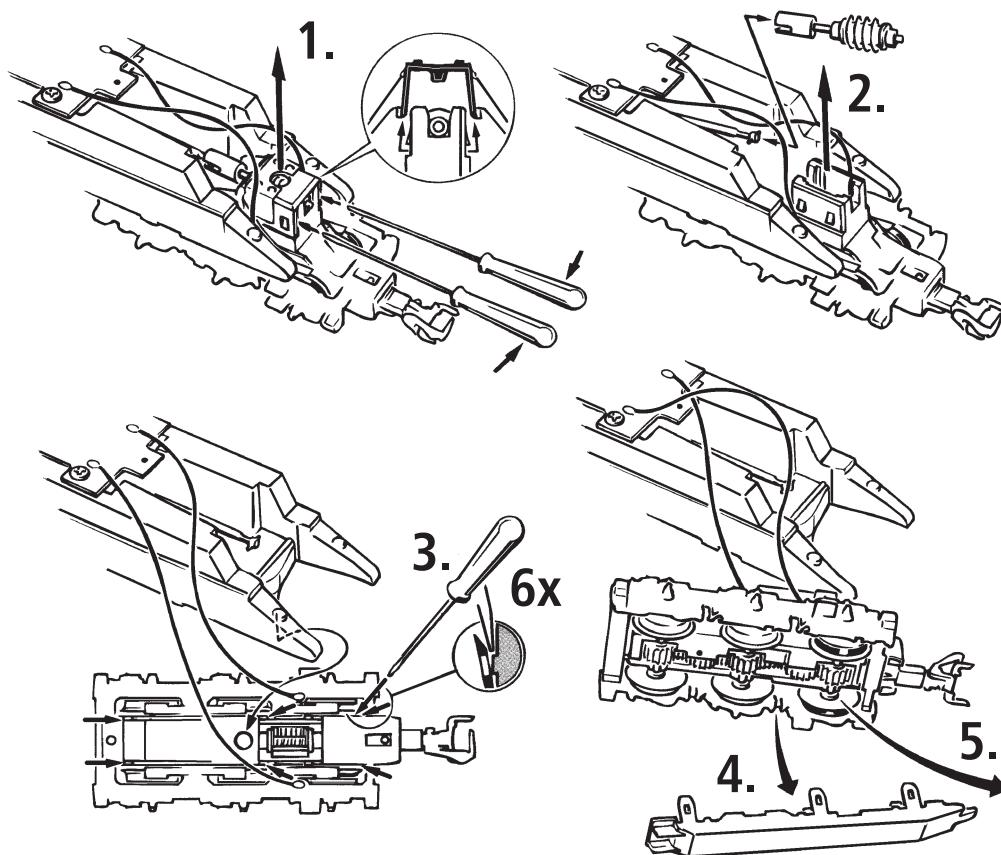
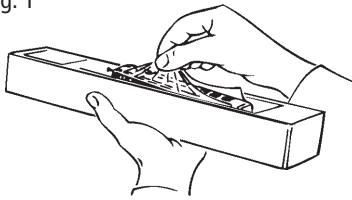

Fig. 7
Fig. 2
**2. Schmierung:** Verehen Sie die im Schmierplan in Fig. 5 gekennzeichneten Stellen mit nur **kleinen Öltropfen**. Dazu zuerst das Lokgehäuse abnehmen (Fig. 2). Wir empfehlen den ROCO **Öler Art.-Nr. 10906**. Fürs Schmieren der Getriebeteile (Zahnräder, Schnecke) empfehlen wir das **ROCO-Spezialfett Art.-Nr. 10905**. Im Falle der Schmierung diese Teile **nicht ölen**.
**2. Lubrication:** Apply **tiny oil drops** to spots marked in fig. 5. Prior to lubrication dismantle locomotive (fig. 2). We recommend using item no. **10906, Roco oiler**. For lubrication the gearparts (e.g. cogwheels, worm) we would recommend our Roco **special grease** (item no. **10905**).
**4. Motor Changing:** First remove loco body (fig. 2), and then the motor (fig. 7).
**2. Graissage:** N'appliquez **qu'une tout petite goutte** aux endroits indiqués par le plan de graissage (fig. 5) après avoir démonté la caisse de la locomotive (fig. 2). Nous vous recommandons **le graisseur à huile Roco réf. 10906**. Pour graisser les engrenages (roues dentées, vis sans fin) nous vous conseillons la **graisse spéciale Roco réf. 10905** pour engrenages en matières synthétiques. Lorsque vous utilisez cette graisse il faut éviter d'huiler ces composants.
voir } Fig.2
voir } Fig. 2